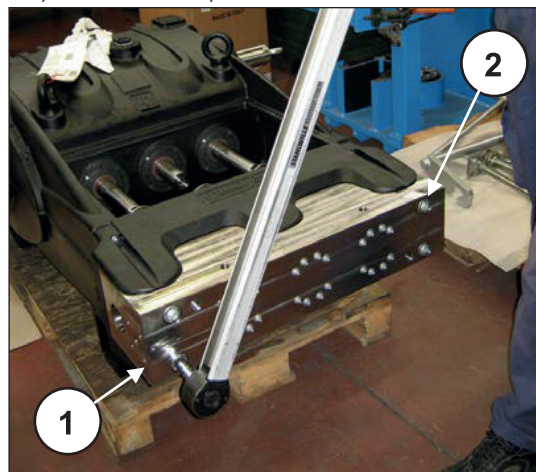
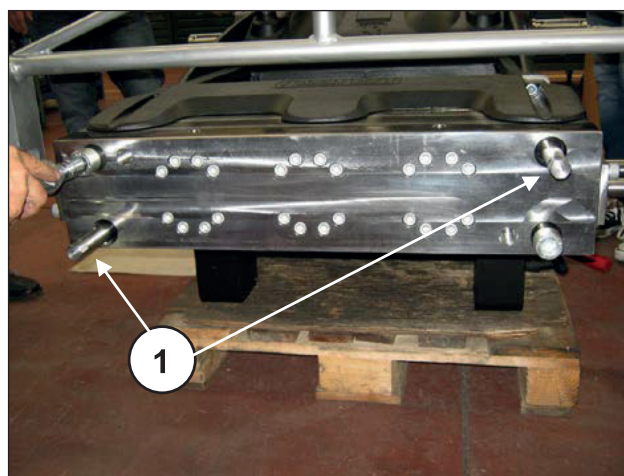

Fig. 167
Fig. 168
Aflojar los dos tornillos diametralmente opuestos de fijación de la cabeza M24 (pos. ① y ②, Fig. 167) sustituyéndolos con dos tornillos - clavija de servicio (cód. 27807000) (pos. ①, Fig. 168). A continuación, extraer los dos tornillos restantes.